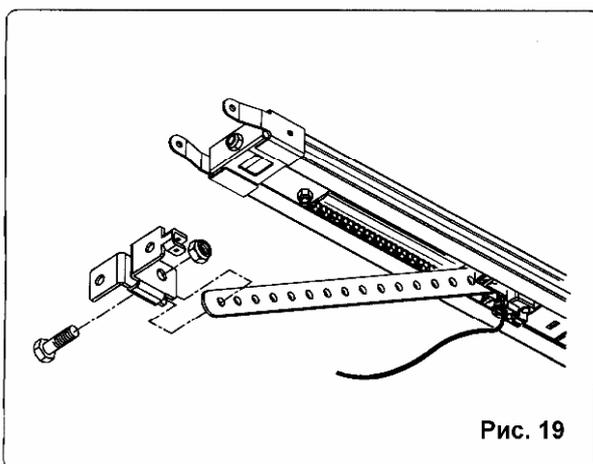

Рис. 19
- Закрепите кронштейн из комплекта к тяге двери при помощи болта и гайки рис. 19